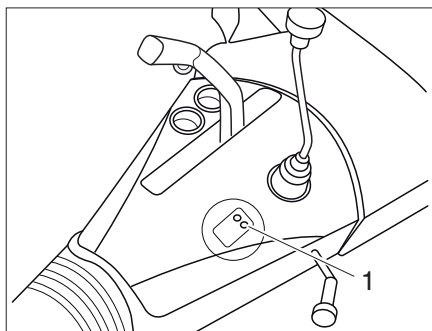

Bild 3 LED på ATC (AL-KO Trailer Control)
- Anslut ATC-kontakten till släpvagnskopplingen. Ett automatiskt test utförs och LED (Bild 3,1) lyser rött.
- Efter det automatiska testet lyser LED (Bild 3,1) grön och ATC är aktivt. Om LED inte är grön fungerar inte ATC som det ska, se tabell nedan.